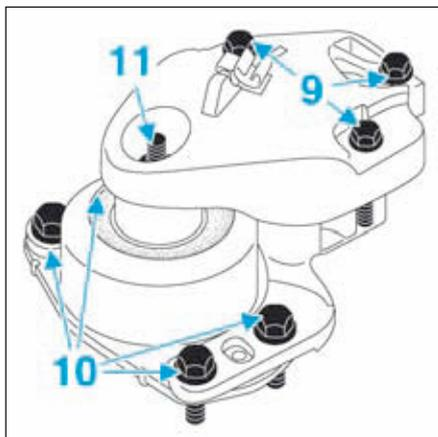

FIG.9
- Déposer les vis (9) et (10) et l'écrou (11), puis le support moteur avant droit (Fig.9).
- le support moteur avant droit (Fig.9),